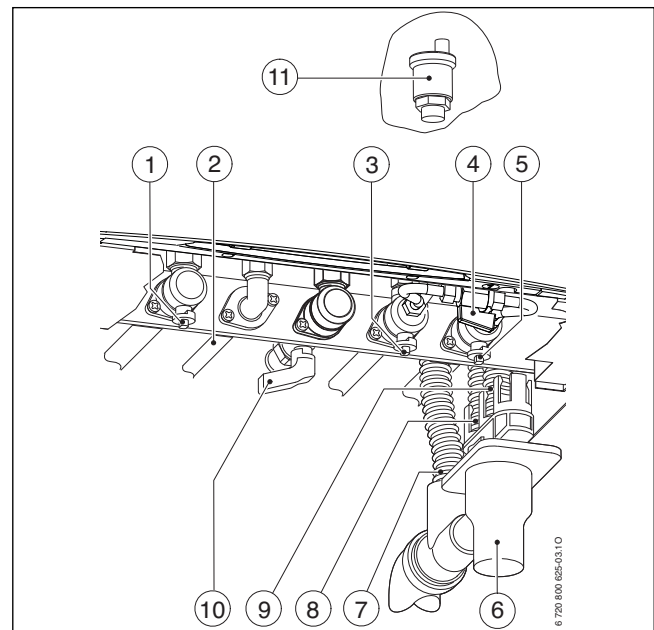

Fig. 21 Collegamenti
- Aprire i rubinetti di mandata riscaldamento e ritorno riscaldamento (→ fig. 21, [1] e [5]).
- Aprire il rubinetto dell'acqua fredda (→ fig. 21, [3]).
- Aprire il disaeratore automatico (lasciarlo aperto) (→ fig. 21, [11]).
- Aprire il rubinetto del gas (→ fig. 21, [10]).